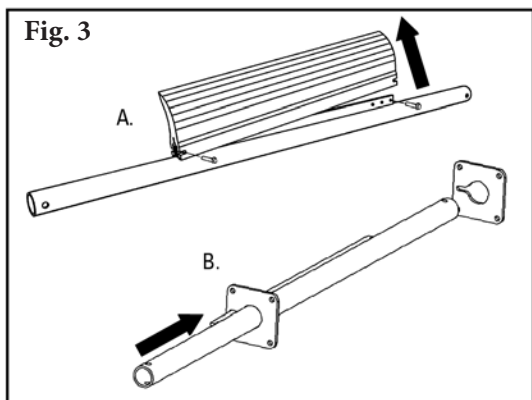

Fig. 3
4. **Instale el eje.** Retire los seguros de la hoja y las hojas del eje e inserte el eje entre las placas de montaje (Fig. 3).
3. **Instale la hoja nueva.** Deslice la hoja nueva en el eje, asegurándola en el seguro de la hoja más lejano, después instale el seguro de la hoja que retiró, la arandela y el clip (Fig. 3).